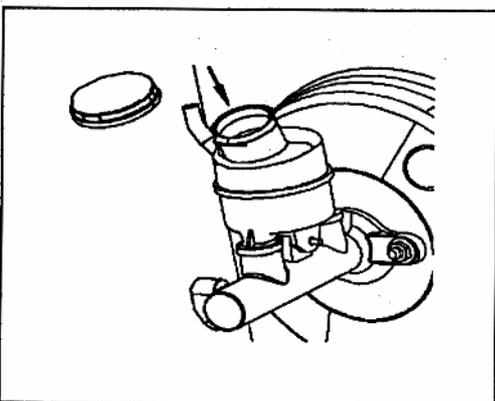

Рис. 625
- 9) Доведите уровень тормозной жидкости в бачке до требуемого (Рис. 625).